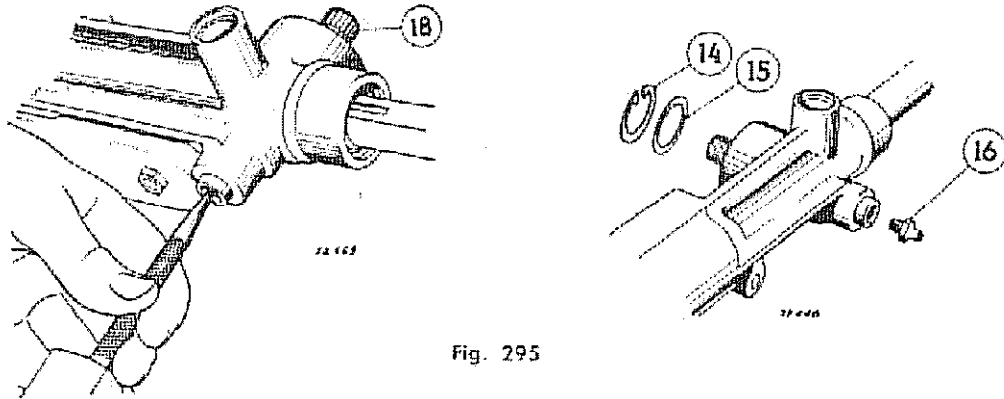

Fig. 295
Continuar el desarme quitando el aro retén (14) y la arandela espaciadora (15). Quitar el engrasador (16), y extraer el piñón (18) con su cajinete (17), golpeando moderadamente con un punzón de bronce colocado por el orificio que dejó libre el aleteo engrasador y haciendo tope en el extremo del piñón según se indica (Fig. 295).